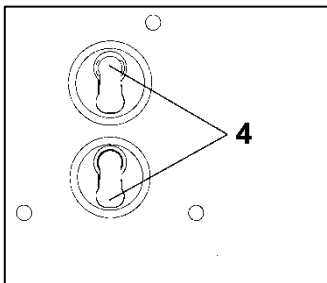

Abb. 18: Lage der Ventilplatten
1. In die Membranaufnahme (14) den neuen O-Ring (18) einlegen.
2. In die Zwischenplatten (3), (7) und (8) die neuen Ventilplatten (Abb. 18/4) sowie die neuen O-Ringe (5) einlegen.
i Ober- und Unterseite der Ventilplatten sind identisch. Zur korrekten Lage: siehe Abb. 18.